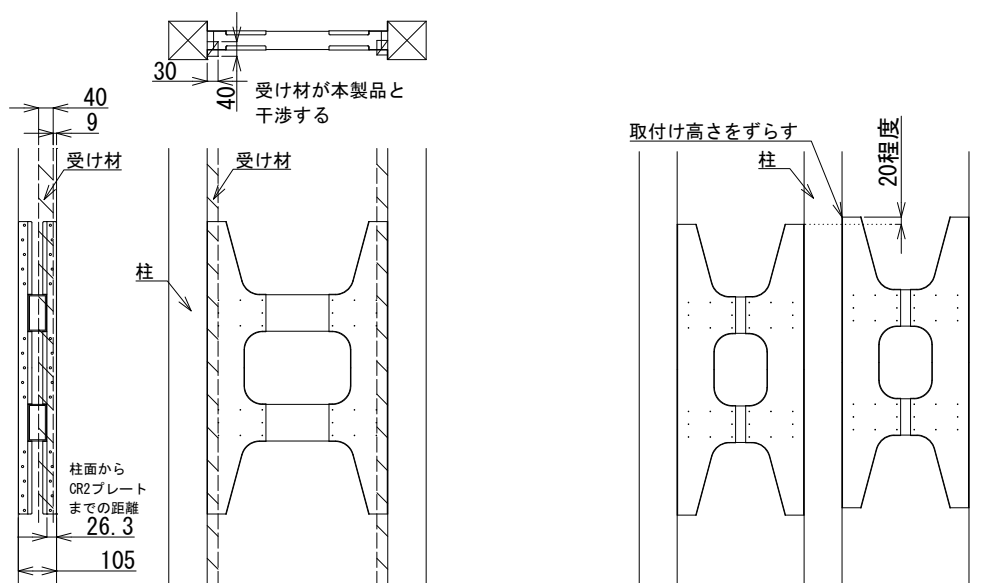

図 3.2 本製品と受け材の干渉
- ・本製品を取付けると面材の受け材設置ができません。面材耐力壁の真壁仕様との併用ができませんのでご注意ください。（図 3.2 参照）